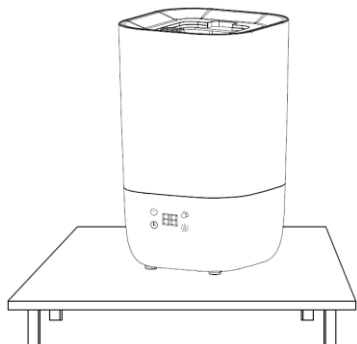

Рисунок 2
1. Разместите увлажнитель на ровной и сухой поверхности, предварительно вынув электрическую вилку из розетки (рисунок 2)